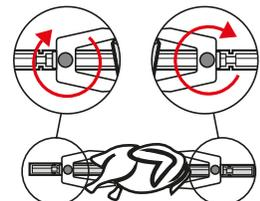

Figura 6.
- 2 - Coloque los ganchos, como se muestra en la (figura 6), y fijelas con los tornillos en los orificios de la varilla.